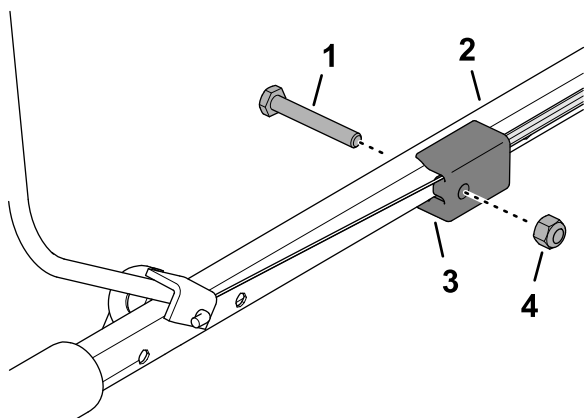

Figura 13
4. Insira a extremidade do manípulo de presença do operador na pega, aperte ligeiramente a outra perna do manípulo e insira o manípulo na pega (Figura 13).